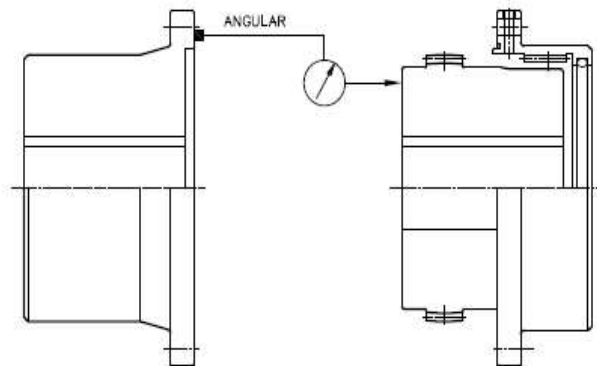

Fig. 1
- 6) 다이알 게이지를 사용하여 양축을 정렬시킨다. (FIG.1)(TABLE.2)